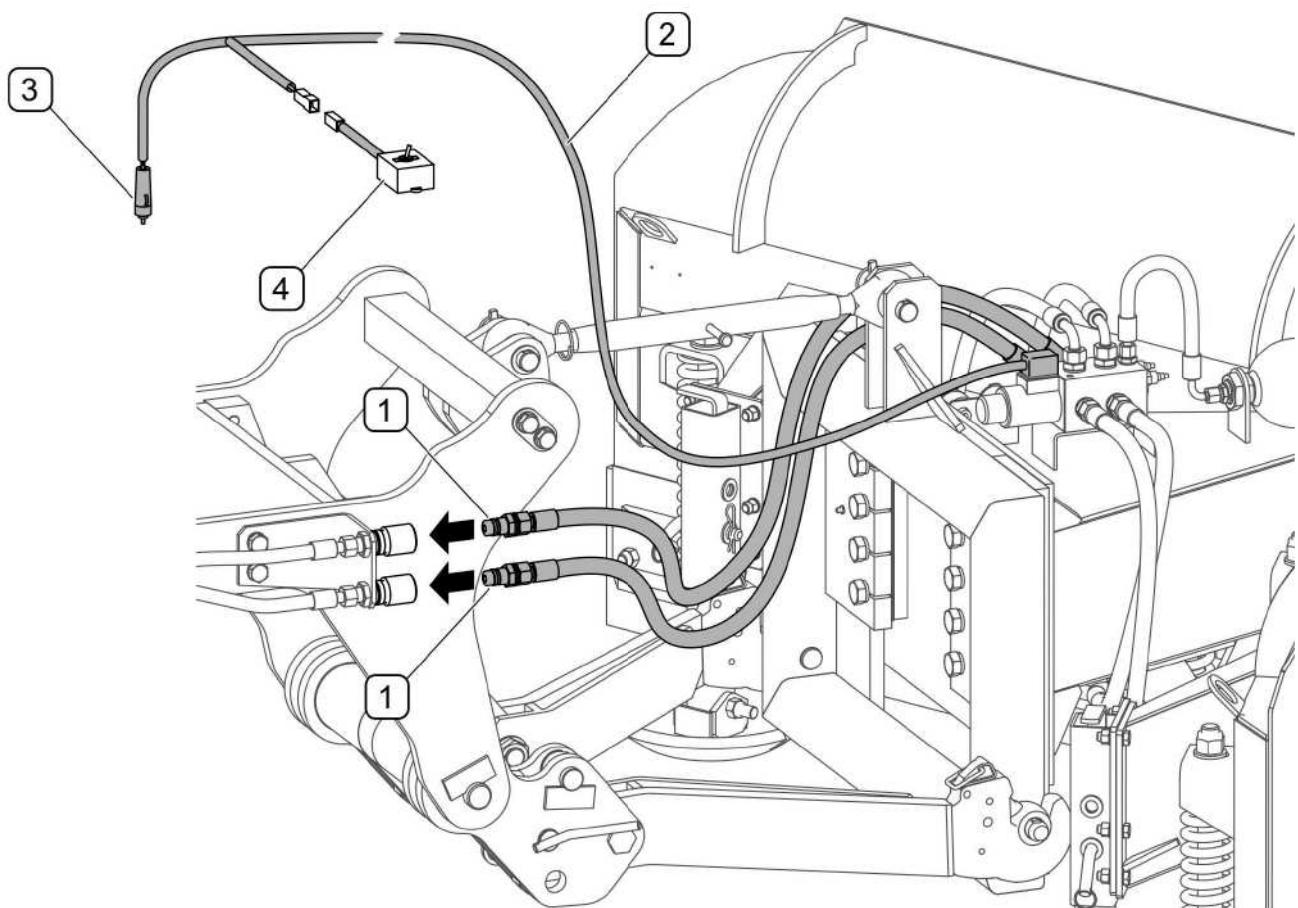

РИСУНОК 4.3 Присоединение гидравлической и электрической систем к
Штекеры гидропроводов (1) управления плугом нужно подсоединить к разъемам внешней гидравлики трактора (РИСУНОК 4.3). При присоединении гидропроводов к трактору необходимо следить за тем, чтобы провода не сгибалась и не перекручивались, а также обеспечить их защиту от повреждений.